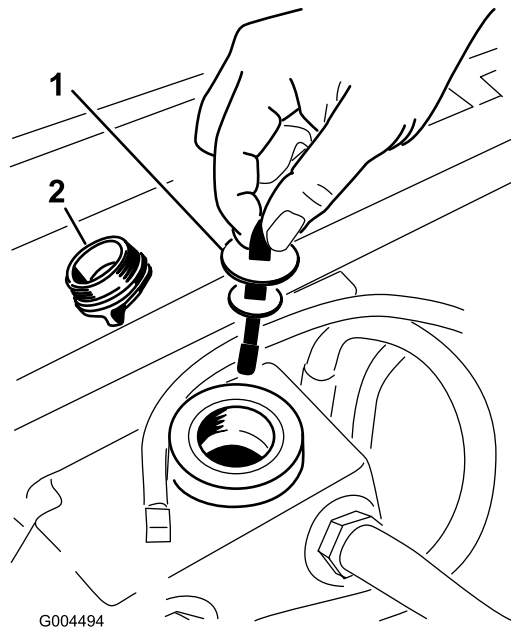

Figura 56
5. Togliete il tappo di riempimento del fluido idraulico dal collo del bocchettone (Figura 56).
6. Togliete l'asta di livello ed asciugatela con un panno pulito (Figura 56).
7. Inserite l'asta di livello nel collo del bocchettone, quindi estraetela e controllate il livello del fluido (Figura 56).